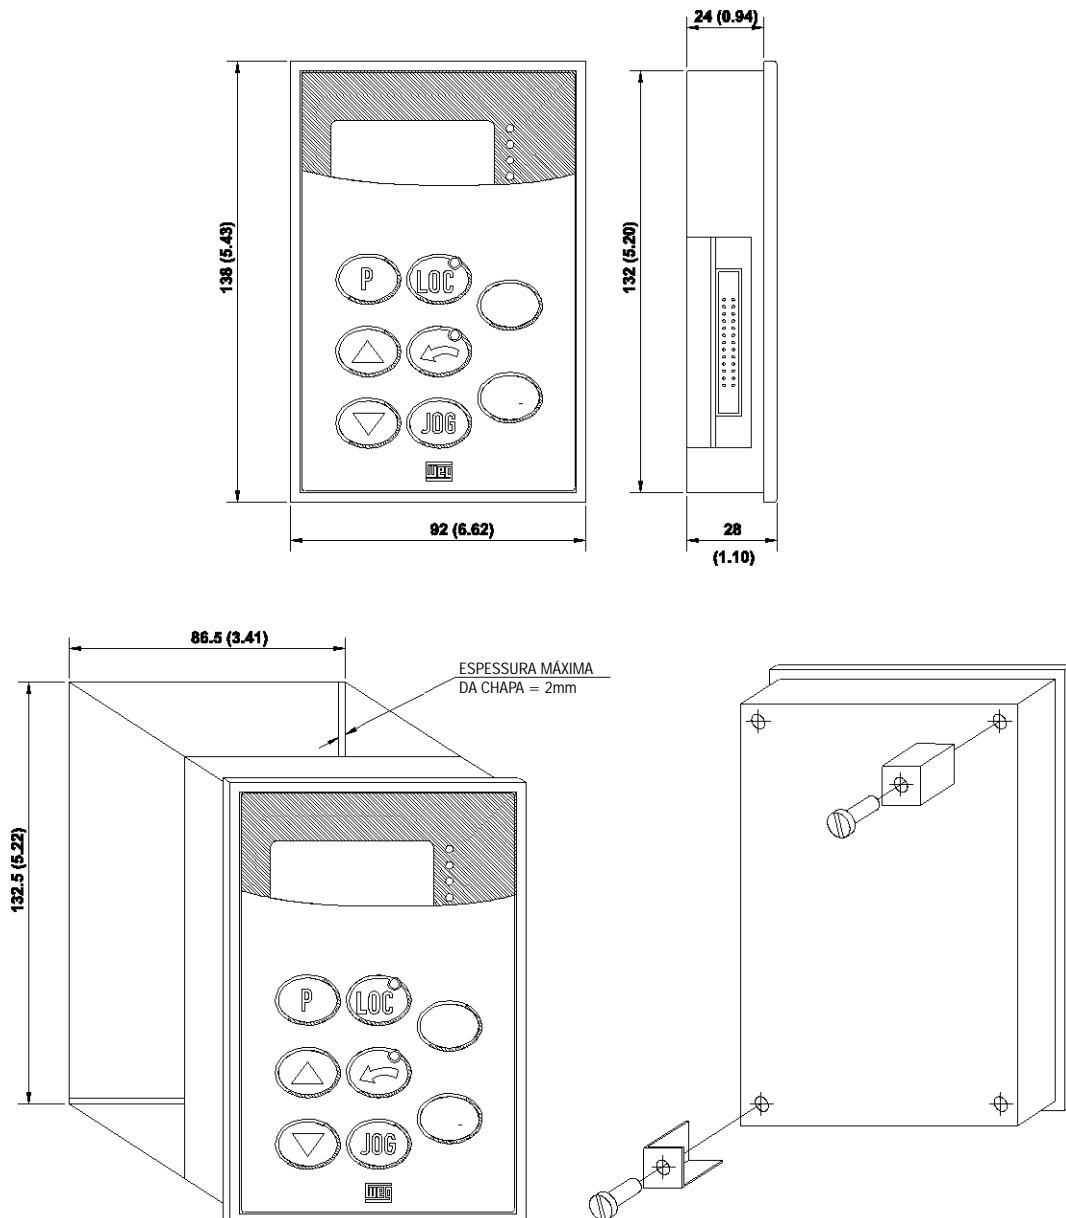

Figura 3.12 - Dimensional/Fixação IHM-5P
- Para fixação ver figura 3.12.